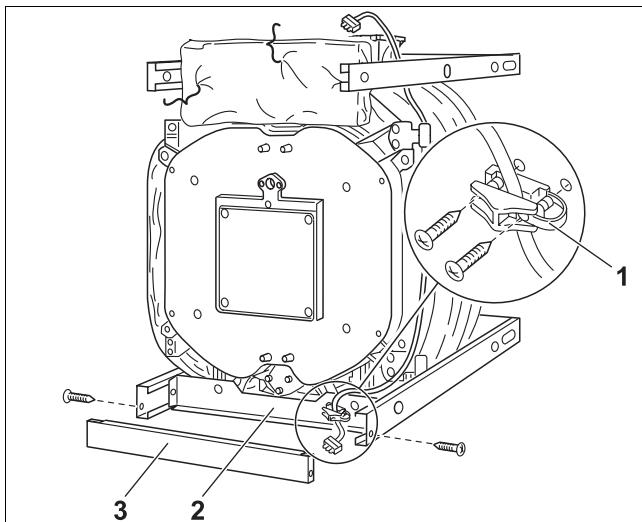

Fig. 43 Montaggio del fermo antitrazione per il cavo del bruciatore e dei coprizoccolo
- Avvitare il fermo antitrazione per il cavo del bruciatore a sinistra o a destra, a seconda della posizione della battuta della porta, sulla traversa trasversale inferiore (→ fig. 43 – per battuta della porta del bruciatore disposta a destra).